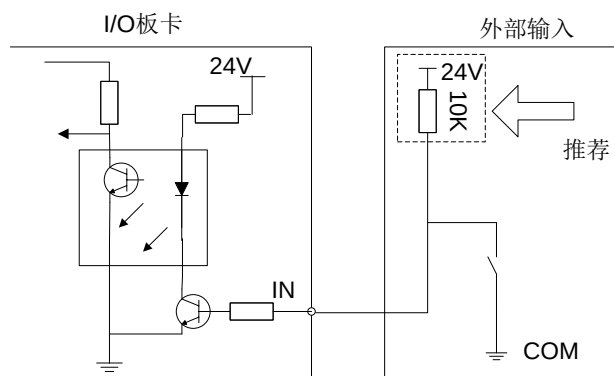

图 2-4 NPN 型输入开关量连接光电开关或接近开关
开关量输入信号可以与 NPN 型常开 (NO) 或常闭 (NC) 型的光电开关或接近开关连接，连接方式见图 2-4 所示。同时也可以与 PNP 型连接，只需选择对应的端子板 EX6A4 即可。